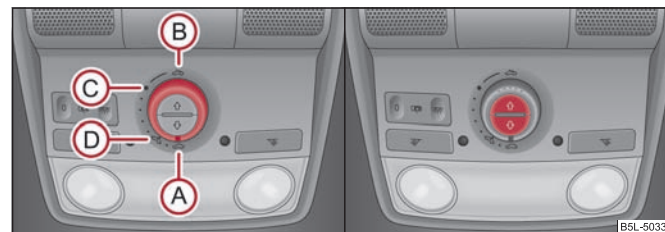

Fig. 42 Conmutador giratorio para el techo corredizo / elevable eléctrico / tecla para la cortinilla antisolar eléctrica
El techo corredizo/elevable con cortinilla antisolar eléctrica sólo pueden accionarse con el conmutador giratorio estando el encendido conectado ⇒ fig. 42. El conmutador giratorio tiene varias posiciones.
Se puede abrir o cerrar la cortinilla antisolar eléctrica separadamente con ayuda de la tecla ⇒ fig. 42 lado derecho.
- Gire el conmutador a la posición **(C)** ⇒ página 51, fig. 42.
- Presione el conmutador trasero hacia arriba ⇒ página 51, fig. 42.
- Gire el conmutador a la posición **(A)** ⇒ página 51, fig. 42.
(p. ej., hielo) no lo deje cerrar. Puede cerrar por completo el techo corredizo/elevable sin limitación de fuerza, pulsando el interruptor en la posición **(A)** ⇒ página 51, fig. 42 delantera hasta que el techo corredizo/elevable esté completamente cerrado ⇒ **(A)**.
Después de cada activación de emergencia se debe inicializar el techo corredizo / plegable. La inicialización se realiza manteniendo el conmutador aprox. 10 segundos en la posición ❶ para cerrar el techo corredizo/plegable ⇒ página 51, fig. 42. ■